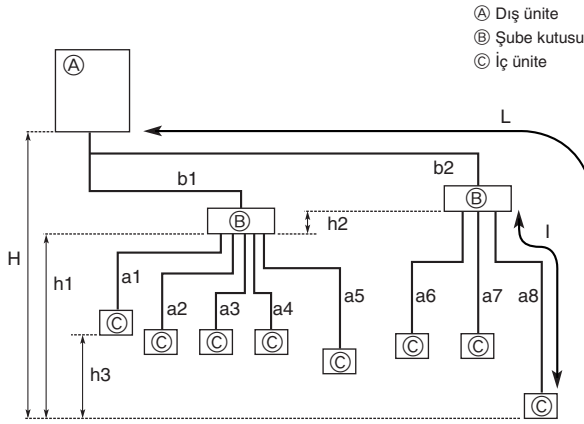

Fig. 5-1
5.2. Boru uzunluğu ve yükseklik farkı (Fig. 5-1)